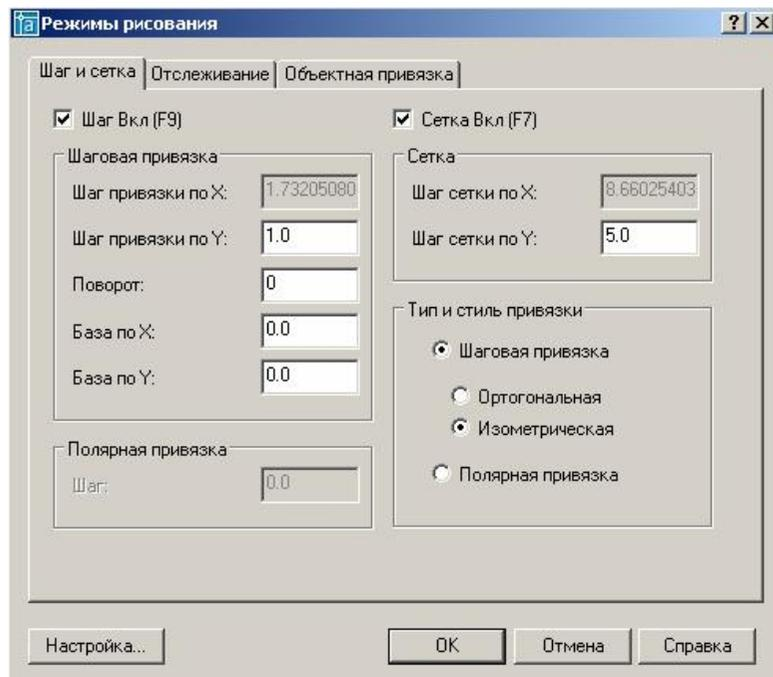

Рис.20. Графические настройки при выполнении аксонометрии
- в появившемся диалоговом окне **Режимы рисования** выполним настройки, показанные на рис. 20 и нажмем кнопку **ОК**;